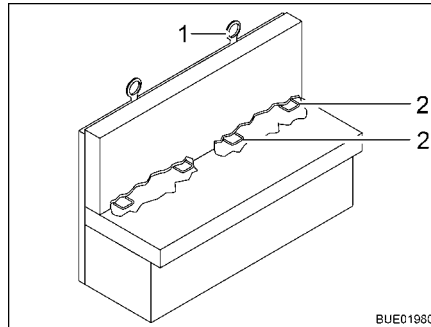

Fig. 27 Sistema de sujeción para sillas de seguridad para niños ISOFIX
Si el vehículo está equipado con un sistema de sujeción para sillas de seguridad para niños ISOFIX, los asientos apropiados para el mismo estarán marcados con el símbolo ISOFIX. Estos asientos del vehículo dispondrán de estribos de sujeción (Fig. 27,2) y otro punto de anclaje en la parte superior del respaldo (Top Tether) (Fig. 27,1). Usar unos sistemas de retención infantil apropiados para ISOFIX. Los sistemas de retención infantil tienen brazos de enganche que se engatillan en los estribos de sujeción del asiento del vehículo.
- Si es posible, fijar el asiento infantil adicionalmente en el Top Tether (Fig. 27,1).